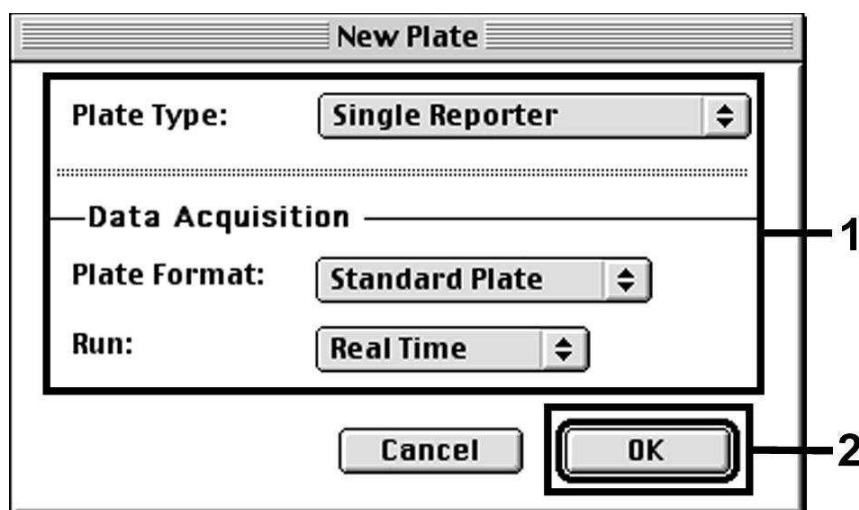

Fig. 9: Förinställningar vid framtagning av en ny PCR-körning (*New Plate*).
Välj i ABI PRISM 7700 SDS under *File* menypunkten *New Plate* och gör följande grundinställningar för det nya dokumentet (se Fig. 9). Bekräfta uppgifterna (OK).